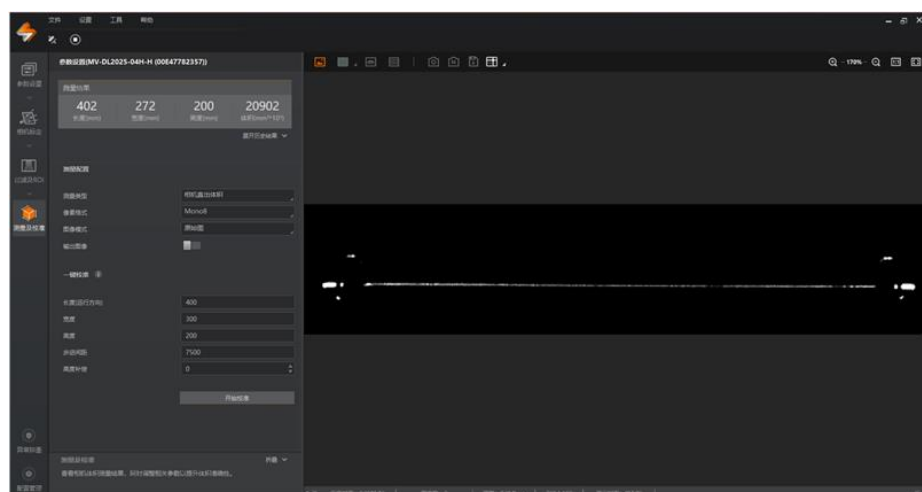

图3-31 测量与校准界面
- 完成 ROI 绘制后，单击“测量及校准”，界面将切换至体积测量窗口，此时可将被测物体放置在传送带上通过设备下方。完成体积测量后，在测量结果处将显示各数值，如图3-31所示。